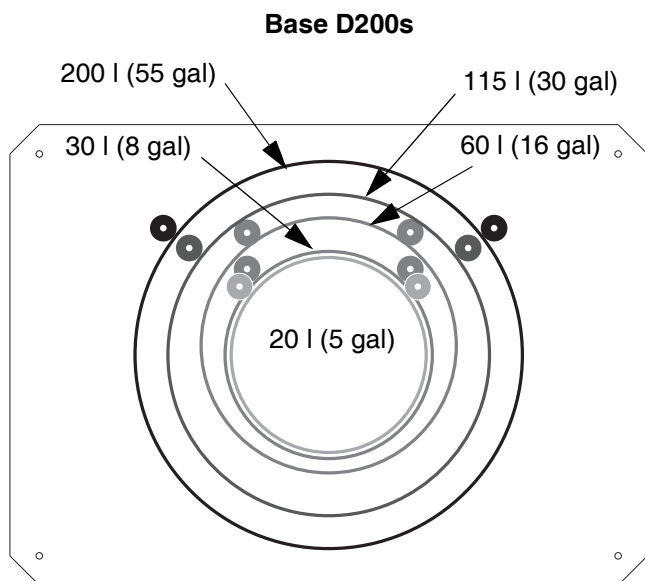

FIG. 15: Base del pistone
1. Individuare la serie corretta di fori di montaggio sulla base del gruppo pistone. Vedere FIG. 15.